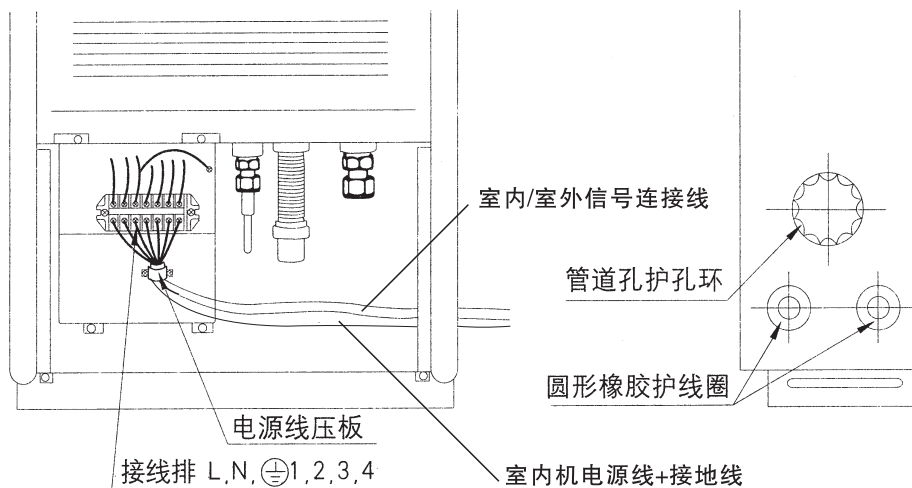

图14 (此图仅作接线参考用)
- (1) 拆下室内机下部的维修面板：拆下维修面板下部的2个螺钉，然后向下拉出维修面板。
- (2) 按图14所示，根据电气原理图进行接线。